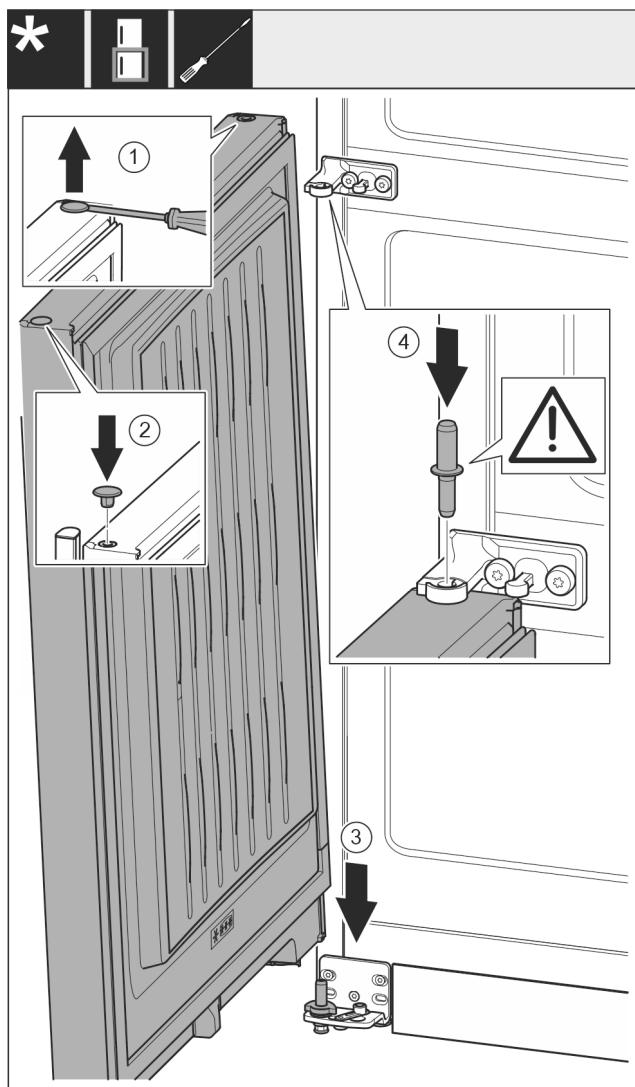

Fig. 18
- ▶ S ploščatim izvijačem previdno dvignite čep in ga izvlecite. Fig. 18 (1)
- ▶ Čep ponovno vstavite na drugi strani vrat. Fig. 18 (2)
- ▶ Vrata od zgoraj nasadite na spodnji ležajni sornik. Fig. 18 (3)
- ▶ Ležajni sornik na sredini vstavite skozi ležajni podstavek na sredini v vodilo spodnjih vrat. Pri tem pazite na to, da je zaskočni zapah obrnjen nazaj. Fig. 18 (4)